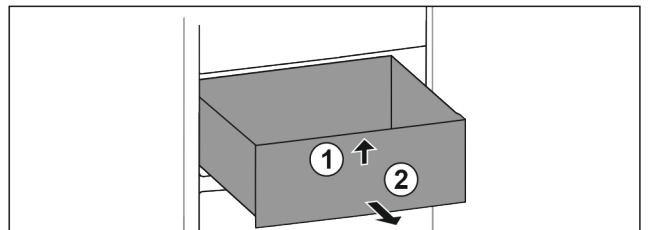

Fig. 70
- ▶ Sollevare il cassetto dal davanti. Fig. 70 (1)
- ▶ Rimuovere il cassetto tirandolo in avanti. Fig. 70 (2)